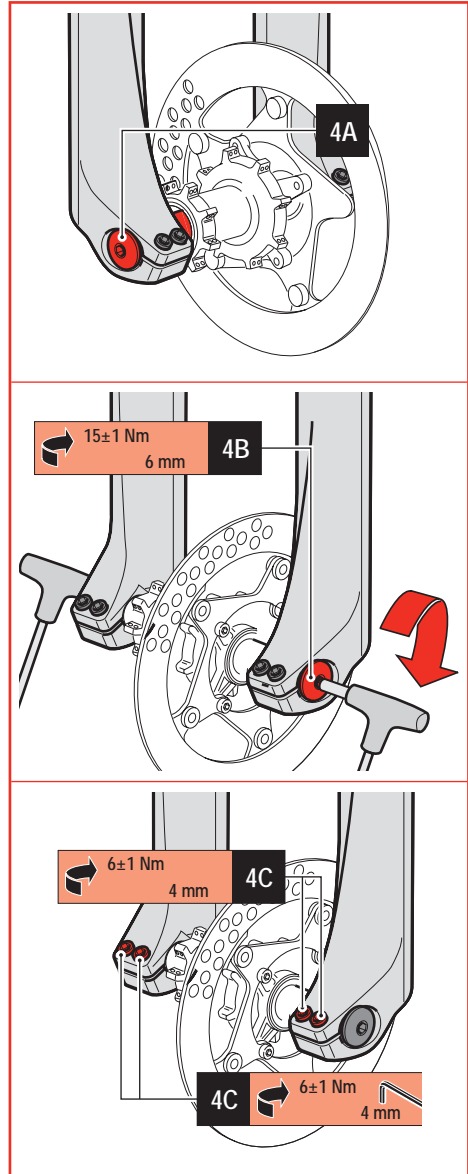

Abbildung 4 - Radmontage auf \varnothing 35 Gabeln mit Aufnahmefuß mit durchgehender Radachse \varnothing 20 mm
- Die Mitte des Rads mit den beiden Radachsen ausrichten (siehe **4A** in **Abbildung 4**).
- Die Radachse durch die rechte Radaufnahme, das Rad und die linke Radaufnahme schieben (siehe **4A** in **Abbildung 4**).
- Die Radachse mit dem vorgesehenen Moment (15 ± 1 m) anziehen, dazu mit einem 6mm-Inbusschlüssel an der Bolzenkappe drehen (siehe **4B** in **Abbildung 4**).
- Die Schrauben an den beiden Radaufnahmen mit einem 4mm-Inbusschlüssel mit dem vorgesehenen Moment (6 ± 1 Nm) in der Reihenfolge "1-2-1" anziehen (siehe **4C** in **Abbildung 4**).